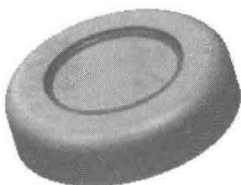
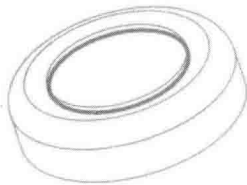

图 1.6 倒圆特征 2
图 1.7 定义倒圆角边线
Step4. 创建图 1.6 所示的倒圆特征 2。选取图 1.7 所示的模型边线为倒圆的对象，输入倒圆角半径值 10.0。